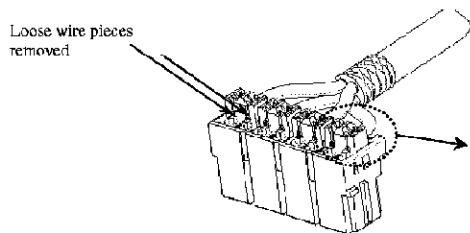

Abbildung 5 / Figure 5
8. Überstehende Ader- und Drahtreste entfernen (s. Abbildung 5).
8. Remove wire cut ends and any loose pieces (see Figure 5).